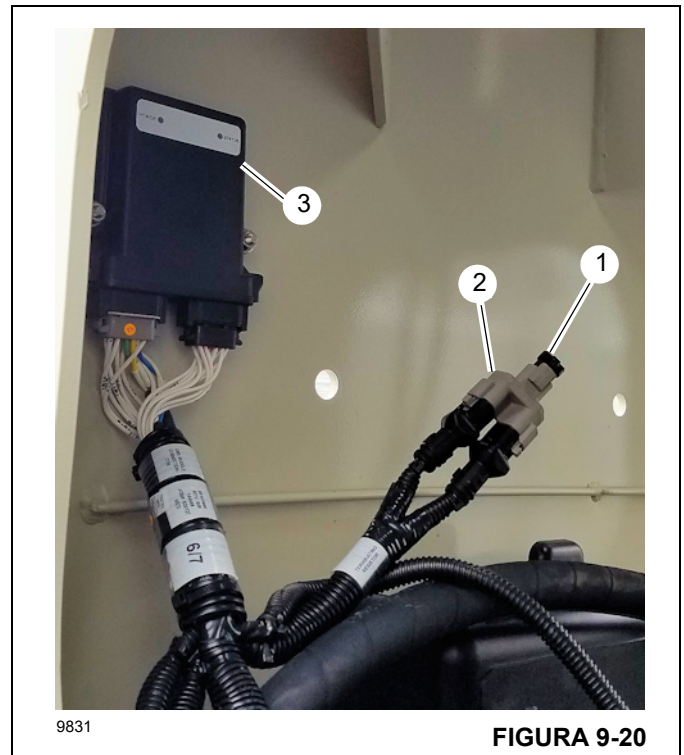

FIGURA 9-20
1. Fije la resistencia de terminación (1, Figura 9-20) y el divisor Deutsch (2) cerca del módulo de aceleración OMS (3) en el lado del conductor del chasis de la grúa.